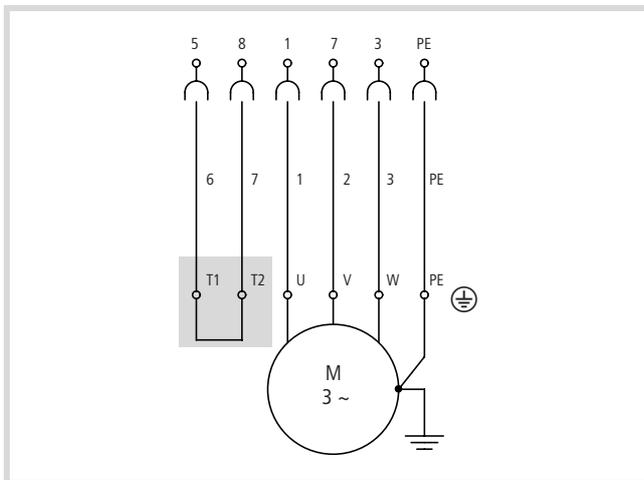
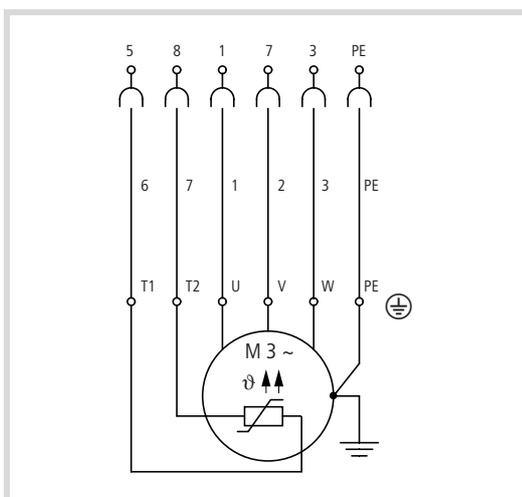

Abbildung 55: Motoranschlusung ohne Thermistor
Abbildung 56: Motoranschlusung mit Thermistor
- der Thermistor korrekt angeschlossen ist oder ob die Adern 6 und 7 im Motorklemmbrett gebrückt sind (→ Abb. 55 und Abb. 56, Seite 53)